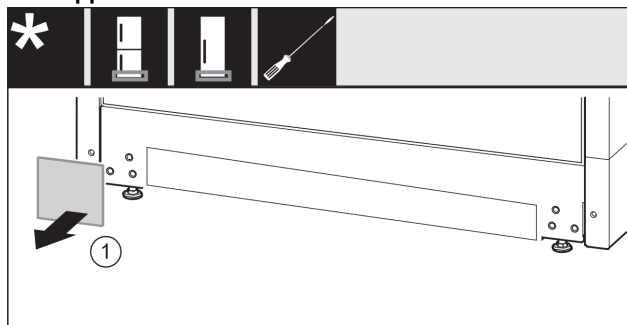

Fig. 14
- ▶ Ta av dekselet. Fig. 14 (1)